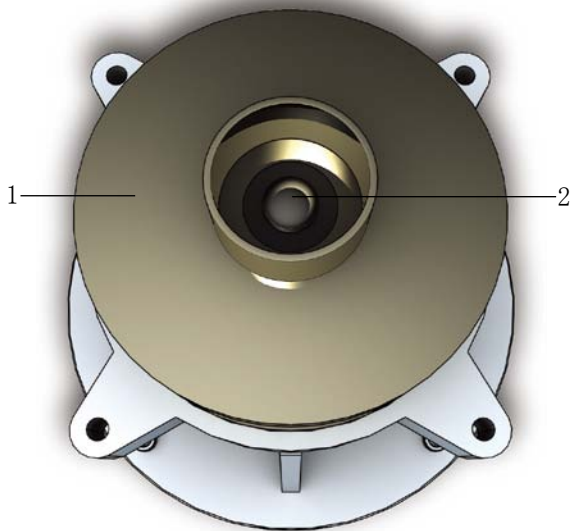

图 1.7-3
b) 用套筒扳手（14mm）将叶轮螺母卸掉，用三爪拉马将叶轮与轴分离（图 1.7-3）；